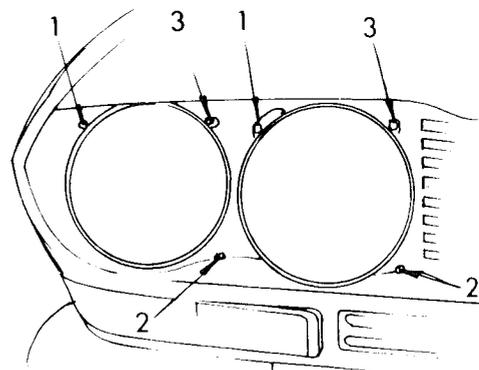

Bild 203
Unter Bezug auf Bild 203 die Schrauben (1) zur Seiteneinstellung und die Schrauben (2) zur Höheneinstellung verdrehen. Zum Einstellen wie vorhin beschrieben das Fahrzeug vor eine Wand fahren, aber dieses Mal beide Scheinwerfermittelpunkte auf die Wand übertragen.